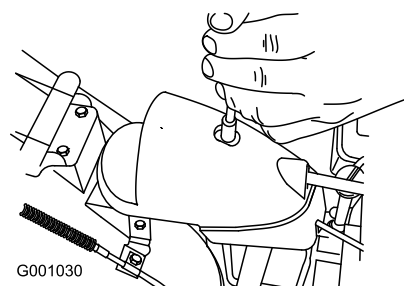

Figure 39
1. Retirez la fixation du couvercle du secteur denté (Figure 39), soulevez l'avant du couvercle et faites-le coulisser en arrière de façon à l'écarter.